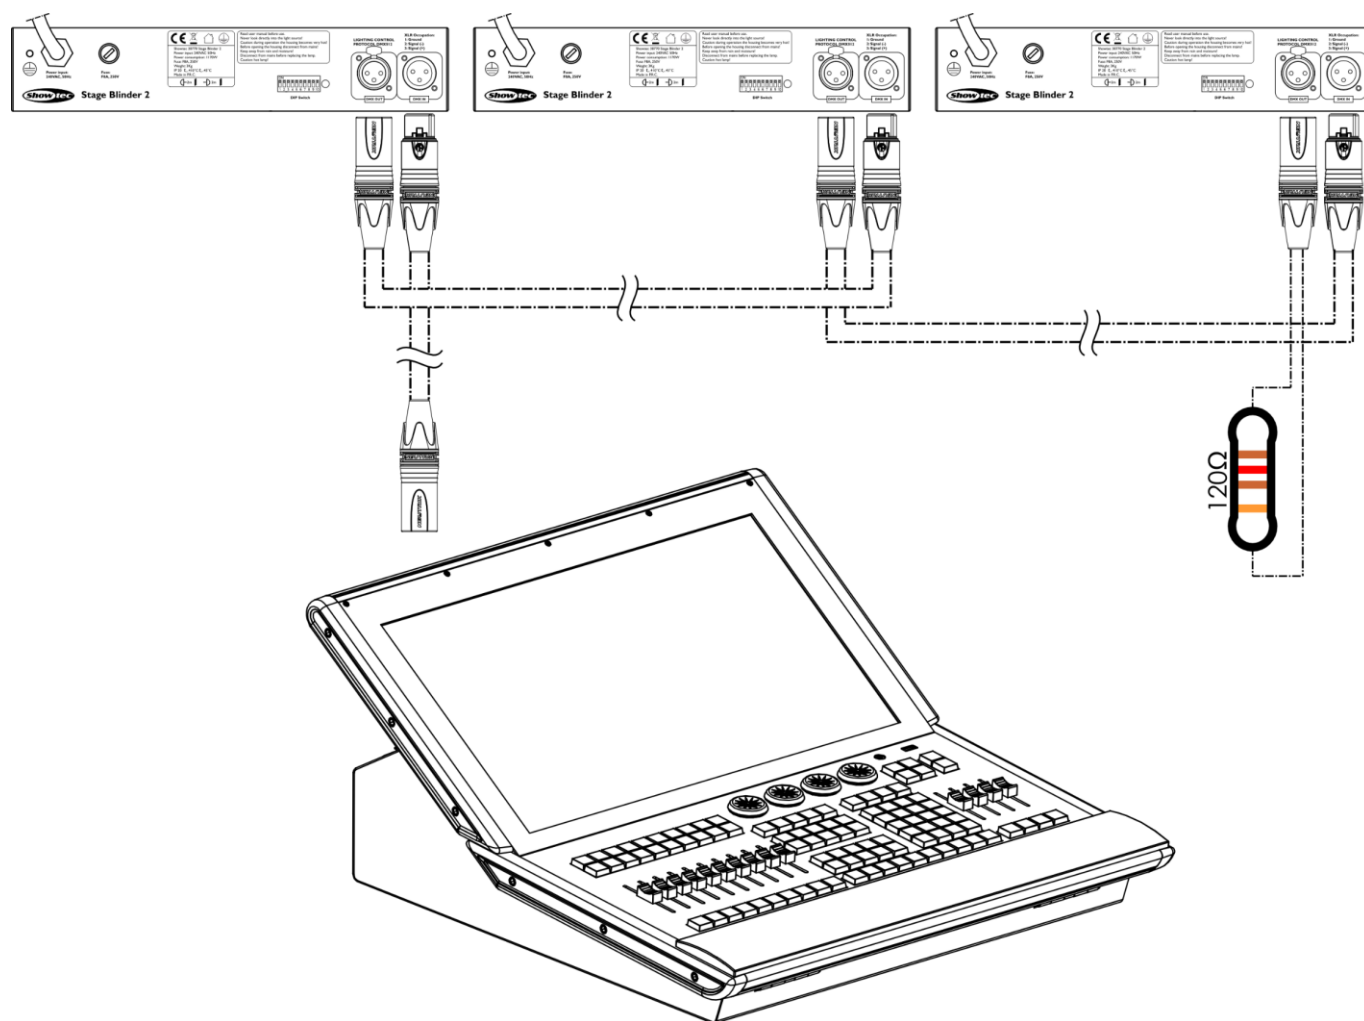

Fig. 07
- 01) Reliez les appareils (voir fig. 07). Reliez la prise « sortie » DMX du premier appareil à la prise « entrée » du second, à l'aide d'un câble de signal DMX. Répétez ce processus pour relier les deuxième, troisième et quatrième appareils.